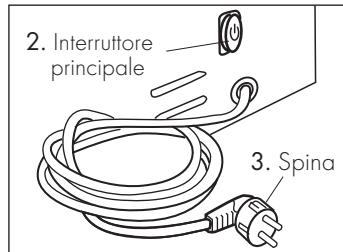

Fig. 1
Spegnere la macchina con l'interruttore principale (2) e scollegare sempre la spina (3) dalla presa di corrente in caso di mancato uso dell'apparecchio (Fig. 1).